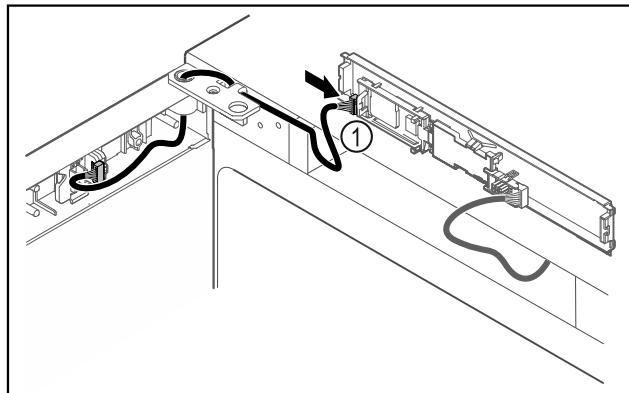

Fig. 43
- Встановити штекер Fig. 43 (1) на плиті.